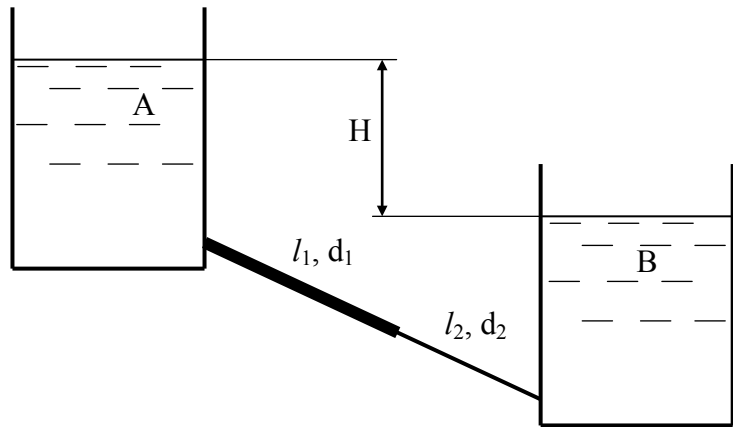

Рисунок 8.8
8.2.12 Із великого відкритого резервуара А, в якому підтримується сталий рівень рідини, по трубопроводі, який складається із двох послідовно з'єднаних труб, рідина Р, при температурі 20 °С, тече в резервуар В. Різниця рівнів рідини в резервуарах дорівнює Н (рис. 8.8). Довжина труб l_1 і l_2 , а їх діаметри d_1 і d_2 . Визначити витрату Q рідини, яка рухається по трубопроводі. Місцеві витрати напору $\zeta_{\text{вх}} = 0,5$, $\zeta_{\text{вих}} = 1$. Коефіцієнт опору раптового звуження труби визначається за формулою Ідельчика. Матеріал і характеристика трубопроводу наведені в таблиці.